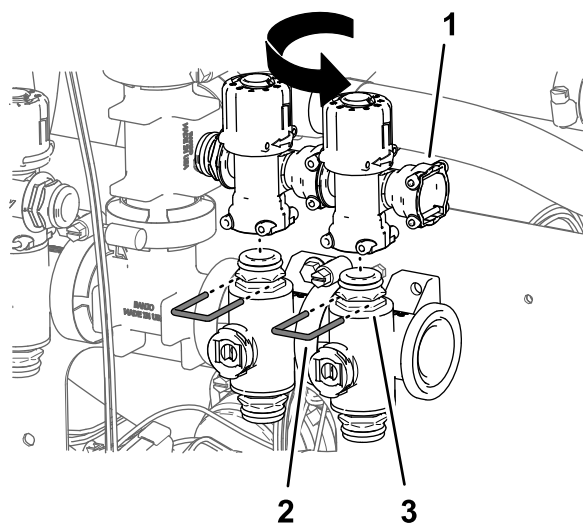

Figure 101
- Répétez les opérations 5 à 7 pour les soupapes de dérivation des vannes de buses 6 et 7 (Figure 101).